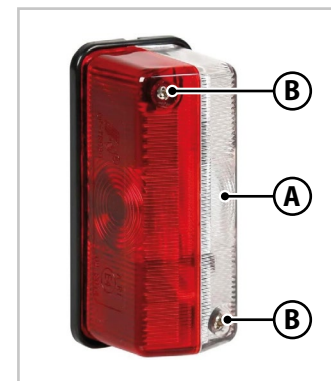

Fig.7.3 - Luces de gálibo laterales
2. Desmonte la tapa blanca-roja (**A** - Fig.7.3) quitando los tornillos de fijación (**B** - Fig.7.3).
5. Vuelva a colocar la tapa blanca-roja (**A** - Fig.7.3) con los tornillos de fijación (**B** - Fig.7.3) que quitó anteriormente.